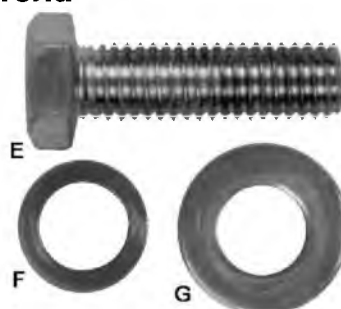

Рис. 5
1. Удалить транспортную пластину (A) между эл. Двигателем (C) и столом.
2. После того как кронштейн был удален, установить винт (B) обратно на площадку с двигателем. Верхние винты будут использоваться позже для крепления расширения к основному столу.
3. Удалить транспортный кронштейн (D) переключатель вкл\выкл (E) к столу. Не выбрасывайте кронштейн (D), он будет использоваться для установки коммутатора.
4. Удалите оставшиеся болт, гровер и плоскую шайбу (F и рис. 5) из края стола.
5. Установите крышку двигателя (G), совместив штифты (H) на крышке с отверстиями на тумбе.
6. Закрепите крышку, потянув за защелку (J), закрыв дверцу, и отпустите защелку.
- Оборудование: (6), 7/16 "x1-1/2" шестигранные болты крышки (6) 7/16" Гроверные шайбы, (6) 7/16 "Плоские шайбы и (2) Расширение
1. Прикрепите левое расширение (А) к основному столу (В) тремя болтами (Е), с гроверами (F) и плоскими шайбами (G). Не затягивайте расширение, чтобы иметь возможность выравнивать вручную по основному столу.
4. Возьмите крепеж (рис. 5) для правой стороны, а затем приложив правое расширение сделайте все операции в том же порядке.